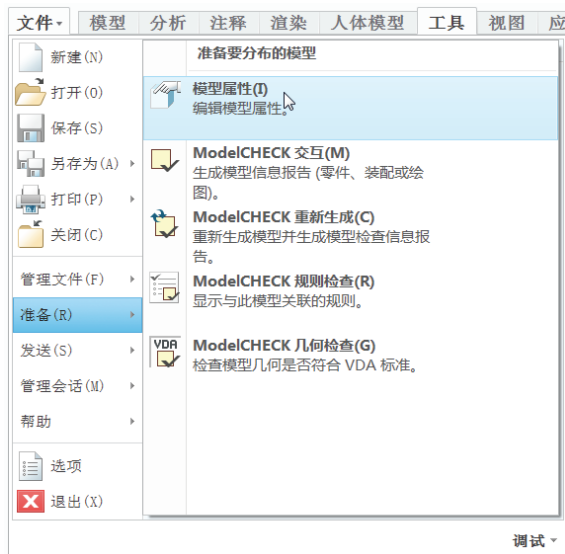

图 10-48 选择“模型属性”命令
1) 在功能区的“文件”选项卡中选择“准备”→“模型属性”命令，如图 10-48 所示，系统弹出“模型属性”对话框。